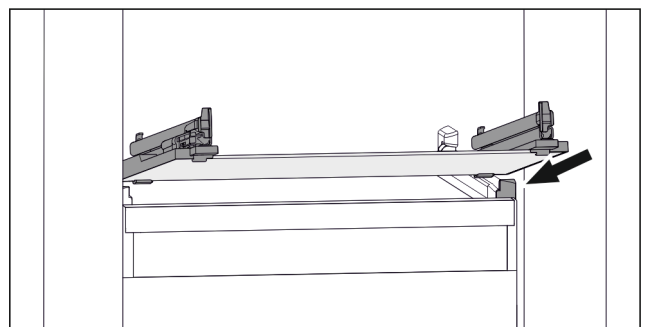

Fig. 89 Simbolična slika steklene plošče
- ▶ Stekleno ploščo postavite v poševnem položaju za zaustavljalniki. (glejte Fig. 89)